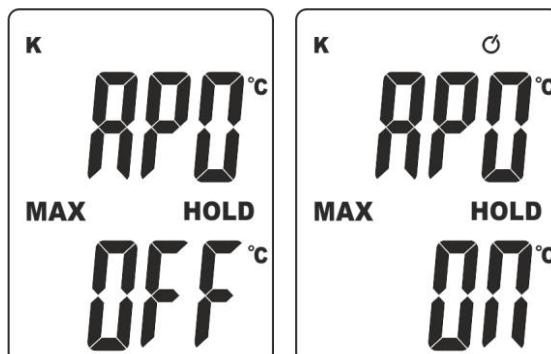

Abb. 4: Aktivieren/Deaktivieren Auto Power OFF
2. Längeres Drücken (>1s) der **ON/OFF** Taste. Die "APO OFF" Meldung wird auf dem Display kurz angezeigt (siehe Abb. 4 – linker Teil) und das "●" Symbol verschwindet
3. Wiederholen Sie die Schritte 1 und 2 zur Aktivierung der Funktion. Die "APO ON" Meldung wird angezeigt (siehe Abb. 4 – rechter Teil)